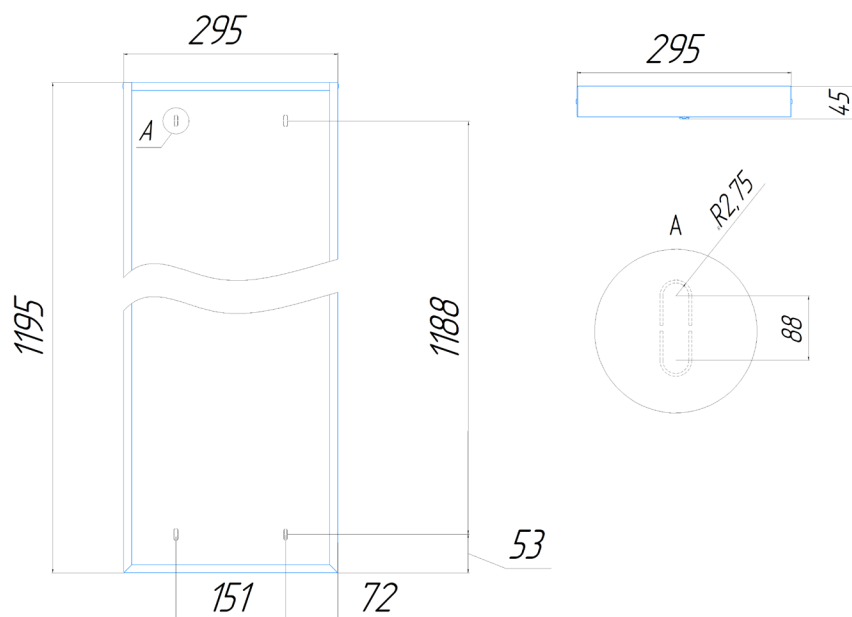

Рисунок 1. Габаритный чертеж Econex Office 1195x295 G2 AN
5.3.1. Для установки светильника необходимо повернуть торцевую панель и аккуратно снять рассеиватель. Надежно закрепить на ровной поверхности корпус светильника при помощи креплений (не входят в комплект поставки), габариты для монтажа см. рисунок 1.